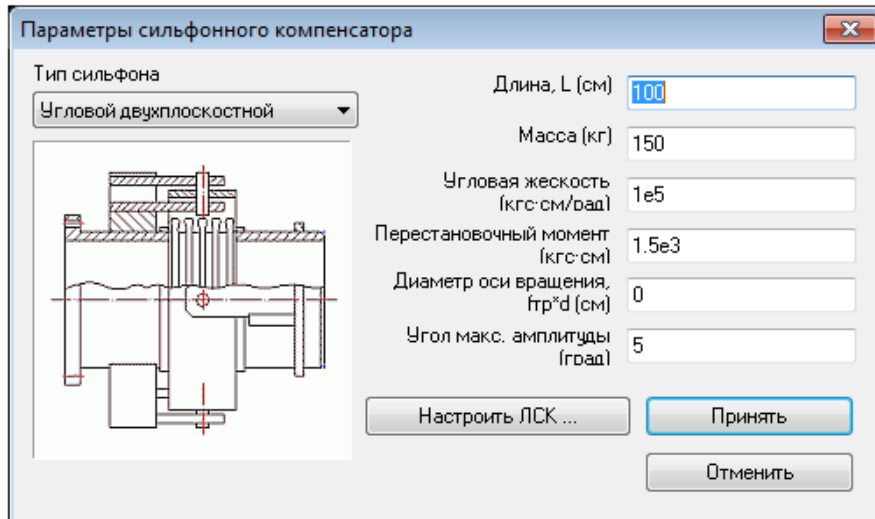

Рис. 5.2.57. Диалоговое окно вставки углового сифонного компенсатора
(или нажмите клавишу <ENTER>). Появится окно параметров сифонного компенсатора (рис. 5.2.57.).
3. В появившемся диалоговом окне (рис. 5.2.57.) необходимо задать параметры вставляемого сифонного компенсатора: **тип сифона**, **длину**, **массу**, **угловую жесткость**, **перестановочный момент** или **диаметр оси вращения**, **угол максимальной амплитуды** и, при необходимости, изменить ЛСК (локальную систему координат) компенсатора.